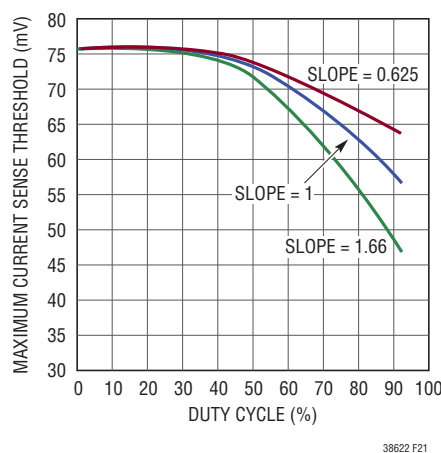

図21. デューティ・サイクルとスロープ利得による最大検出電圧の変化
LTC3862-2のピーク検出電圧しきい値は、正規化されたスロープ利得である1.00を使用した場合、低デューティ・サイクルで75mVであり、SENSE+とSENSE-の間で測定されます。デューティ・サイクルとスロープ利得を変化させた場合の検出電圧のしきい値の変化を図21に示します。
11. LTC3862-2の最大電流センスしきい値は、低デューティ・サイクルで、正規化されたスロープ利得が1.0の場合、75mVです。図21を使うと、デューティ・サイクルが70%で、正規化されたスロープ利得が1のとき、最大検出電圧は68mVなので、センス抵抗は次のように計算されます。